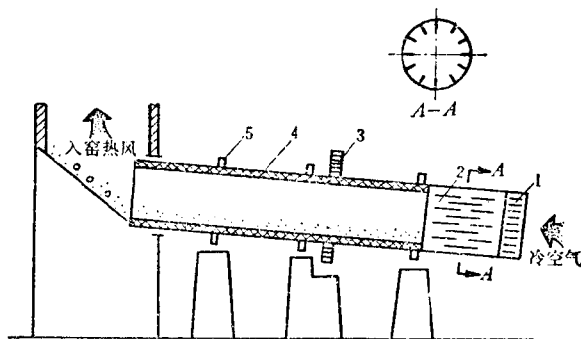

图 1-1 单筒式冷却机
1. 单筒式冷却机（图 1-1）。这种冷却机的外形、结构与回转窑类似，在筒内镶有耐火材料及扬料板等。冷风由出料端进入，与被扬料板及筒体转动带起而散开的热熟料进行热交换，冷风受热而成热风后进入窑内。单筒式冷却机结构简单，但占地面积较大，投资较多。